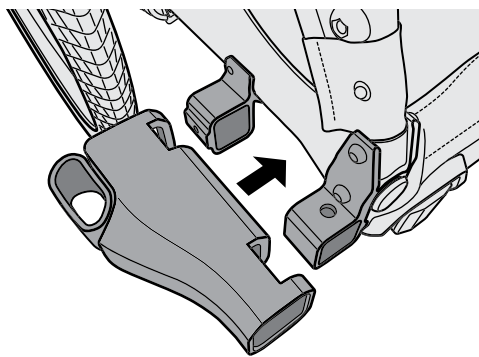

Figure 8
1. Positionnez le récepteur rapide comme indiqué (Figure 8).
2. Insérez le récepteur rapide sur les montants en aluminium jusqu'à ce qu'il soit complètement joint (Figure 8).